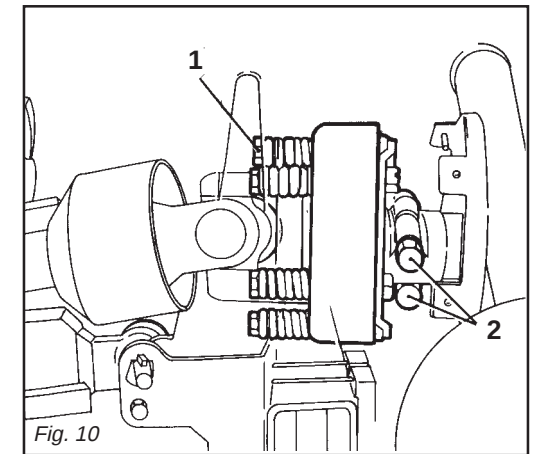

Fig. 10
La frizione è già pre-regolata per uno sforzo medio. Se slitta troppo facilmente (surriscaldandosi) è necessario avvitare uniformemente tutti i dadi (1 Fig. 10) che stringono le molle. Qualora l'albero cardanico fornito abbia il mozzo con bloccaggio a bulloni (2 Fig. 10), assicurarsi che questi siano serrati con forza.
Se la frizione non slitta, svitare uniformemente tutti i dadi (1 Fig. 10) che fissano le molle. Svitare un giro alla volta e verificare la frizione dopo circa 300 metri di lavoro. Se necessario ripetere l'operazione, sempre svitando un giro alla volta. Se la frizione mantiene durante il lavoro una temperatura di circa 40-50 gradi circa significa che è regolata in modo corretto. **Non serrare mai a fondo i dadi, poiché in tal modo si elimina la funzione delle molle e dunque della frizione a danno degli organi di trasmissione.**
The clutch is already pre-adjusted for average stress. If it slips too easily (and overheats), it will be necessary to evenly tighten all the nuts (1 Fig. 10) that retain the springs. If the supplied cardan shaft has a bolt-locked hub (2 Fig. 10), check that these bolts are fully tightened.
*If the clutch does not slip, evenly unscrew all the spring fixing nuts (1 Fig. 10). Unscrew one turn at a time and check the clutch after having worked about 300 meters. Repeat the operation if necessary, remembering to unscrew one turn at a time. If the clutch maintains a temperature of about 40-50 degrees during work, this means that it has been correctly regulated. **Never fully torque the nuts since this would void the function of the springs and, subsequently, of the clutch, thus damaging the transmission components.***
Die Gelenkwelle kann mit einer Sicherheitskupplung ausgerüstet werden, um die Getriebeteile der Maschine vor Überlastungen und/oder Beanspruchungen zu schützen. Die Gelenkwelle darf keine Neigung über 10 Grad aufweisen (Abb. 3). Die Kupplung ist auf eine mittlere Beanspruchung voreingestellt. Wenn die Kupplung zu schnell schlupft (Überhitzung), muß man alle Muttern (1 Abb. 10), die die Federn spannen, noch weiter anziehen. Sollte die mit dem Gerät gelieferte Gelenkwelle eine mit Schraubbolzen blockierte Nabe (2 Abb. 10) haben, sicherstellen, daß diese angezogen sind.
Wenn die Kupplung nicht schlupft, alle Muttern (1 Abb. 10), die die Federn spannen, gleichmäßig lockern. Alle Muttern um eine Umdrehung losschrauben und die Kupplung nach 300 Metern Fahrstrecke prüfen. Den Vorgang falls erforderlich wiederholen, jeweils eine Umdrehung pro Versuch. Wenn die Kupplung während der Arbeit eine Temperatur von circa 40-50°C beibehält, ist sie richtig eingestellt. **Die Muttern nie ganz festziehen, weil dabei die Wirkung der Federn und damit der Kupplung aufgehoben würde, was sich schädlich auf die Getriebeteile auswirken würde.**
L'arbre à cardans peut être équipé d'embrayage de sécurité pour protéger les organes de transmission de la machine en cas d'efforts ou de surcharges excessives. L'inclinaison du cardan de doit pas dépasser 10 degrés (Fig. 3). L'embrayage est déjà réglé pour un effort moyen. Lorsqu'il patine facilement (en se surchauffant) il faut visser de manière uniforme tous les écrous (1 Fig. 10) de serrage des ressorts. Si le moyeu de l'arbre à cardans dispose d'un blocage par boulons (2 Fig. 10), assurez-vous que ces derniers sont bien serrés.
*Si l'embrayage ne patine pas, dévissez de manière uniforme tous les écrous (1 Fig. 10) de fixation des ressorts. Dévissez d'un tour à la fois et vérifiez l'embrayage après environ 300 mètres de travail. Si nécessaire, répétez l'opération en dévissant toujours d'un tour à la fois. Quand l'embrayage maintient une température d'environ 40-50 degrés pendant le travail, cela signifie qu'il est réglé correctement. **Ne serrez jamais à fond les écrous car cela annule la fonction des ressorts et donc de l'embrayage au détriment des organes de transmission.***
El embrague está ya pre-regulado para un esfuerzo medio. Si patina muy fácilmente (recalentándose) es necesario ajustar uniformemente todas las tuercas (1 Fig. 10) que apretan en el resorte. Si el árbol cardánico tiene el cubo con bloqueo de bulones (2 Fig. 10), controlar que estos últimos estén bien ajustados.
Si el embrague no patina, aflojar uniformemente todas las tuercas (1 Fig. 10) que fijan el resorte. Aflojar una vuelta a la vez y controlar el embrague luego de 300 metros de trabajo. Si es necesario repetir la operación siempre aflojando un giro a la vez. Si el embrague mantiene durante el trabajo una temperatura de 40-50 grados significa que está regulado en modo correcto. **No ajustar jamás a fondo las tuercas, ya que así se inutiliza el resorte y la fricción dañando los órganos de transmisión.**